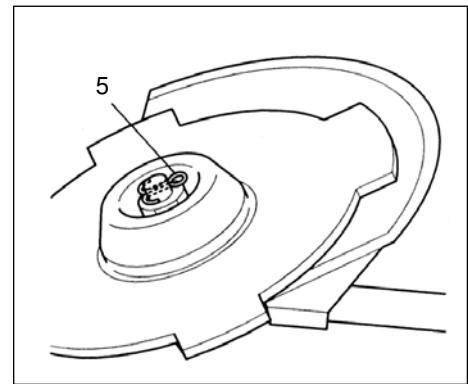

Fig. 1-10C
Hvis enheden er forsynet med en sikringsmøtrik og er udstyret med en split, skal klingen fastgøres med en ny split (5), hver gang den monteres (fig. 1-10C).